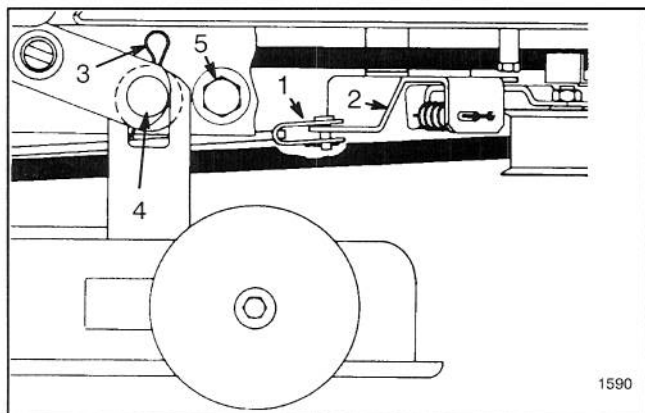

Abbildung 16
9. Splint und Lastösenbolzen entfernen, mit denen die Deckbremsstange am Leitradbügel befestigt ist (Abb. 16).
10. (2) Haarnadelsplinte und Unterlegscheiben entfernen, mit denen das Mähergehäuse an den Montagestiften befestigt ist (Abb. 16). Das Mähergehäuse greifen und zur Seite bewegen, bis es von den Stiften rutscht, dann nach vorne, damit die vorderen Befestigungen herunterfallen können.
5. Kopfschrauben, Halterungen und Sicherungsmuttern entfernen, mit denen die Deckanschläge an jeder Seite des Mäherrahmens befestigt sind (Abb. 16). Das Mähergehäuse zurückschieben, um die Riemenspannung zu lösen.